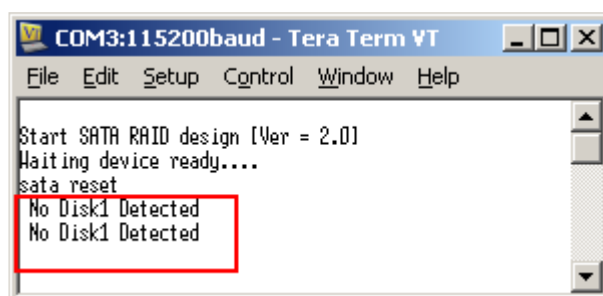

図 5: CN1 接続の Disk1 でエラーが発生している場合のメッセージ
- また、4 台の SATA-III ドライブのいずれかがリンクアップできないか初期化できない場合、図 2-9 に示すようなエラー・メッセージが表示されます。エラー・メッセージにて Disk0~3 が CN0~3 接続ドライブをそれぞれ示します。図 5 は CN1 の接続ドライブでエラーが発生している様子を示します。